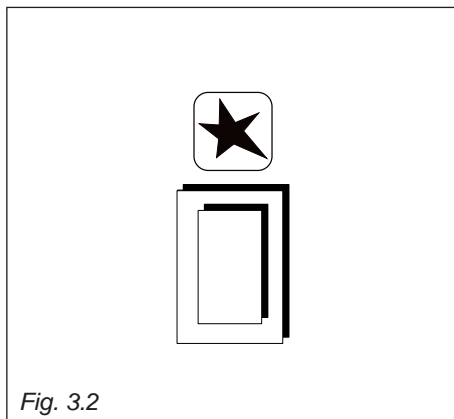

Fig. 3.2
2. Avvicinare una fiamma al bruciatore. Nei modelli provvisti di accensione elettrica premere il pulsante di accensione (fig. 3.2). La scintilla prodotta dall'elettrodo posizionato vicino al bruciatore accenderà il bruciatore scelto. **Non continuare mai questa operazione per più di 15 secondi. Se il bruciatore non si è acceso, attendere circa 1 minuto prima di ripetere l'accensione.** Se l'accensione elettrica non funziona si può accendere manualmente avvicinando una fiamma al bruciatore.